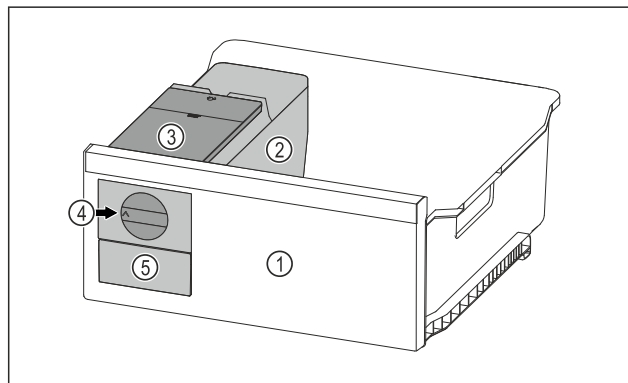

Fig. 127 Ilustrační zobrazení
- Otočte otočný knoflík Fig. 127 (4) ve směru hodinových ručiček až na doraz.
- Kostky ledu padají z misky na kostky ledu do zásuvky na kostky ledu Fig. 127 (5).